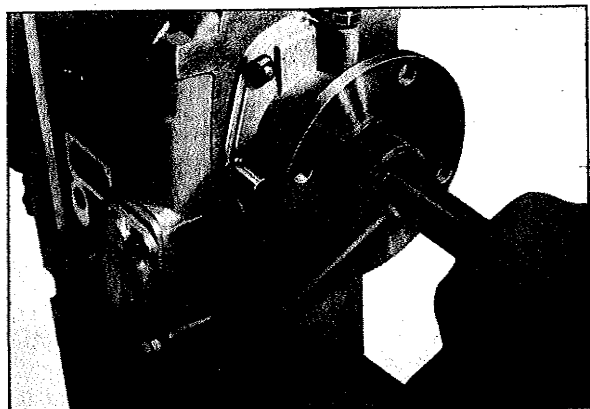

Fig. 2
4.1 Engager 2 vitesses. Desserrer l'écrou à rainures (434) à l'aide de la clé en tube à ergots „2" (fig. 2) et extraire la bride d'entraînement de sur l'arbre.